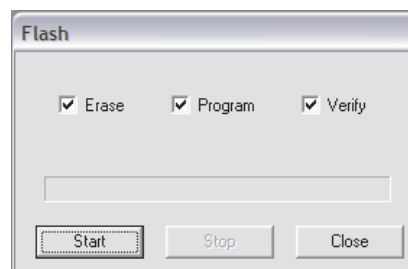

图 13. 闪存窗口
8. 选择 Device→Flash 来编辑闪存。如图 13所示, 将打开一个独立菜单。可为闪存过程选择所有选项或者只选择特定选项。